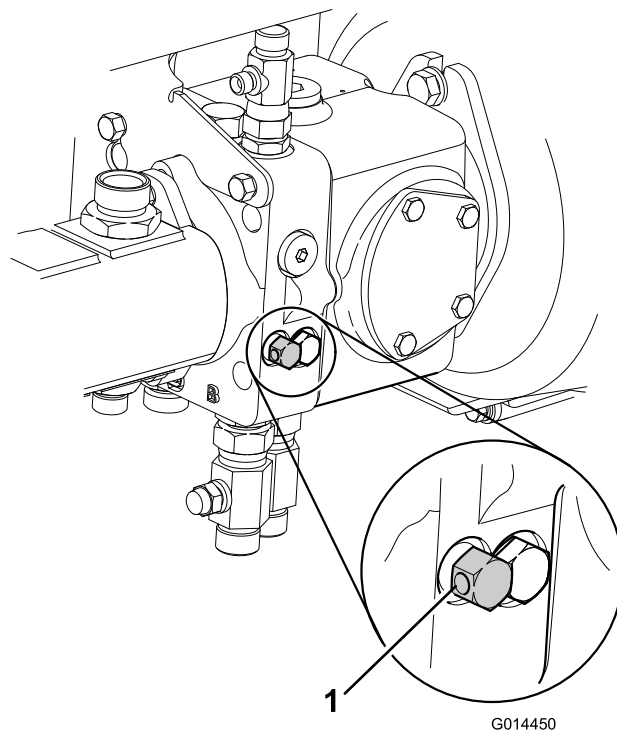

Figura 43
7. Desative o sistema de travagem de serviço hidráulico rodando a válvula de desvio, localizada sob a bomba de transmissão, no sentido contrário ao dos ponteiros do relógio, num máximo de 3 voltas (Figura 43).